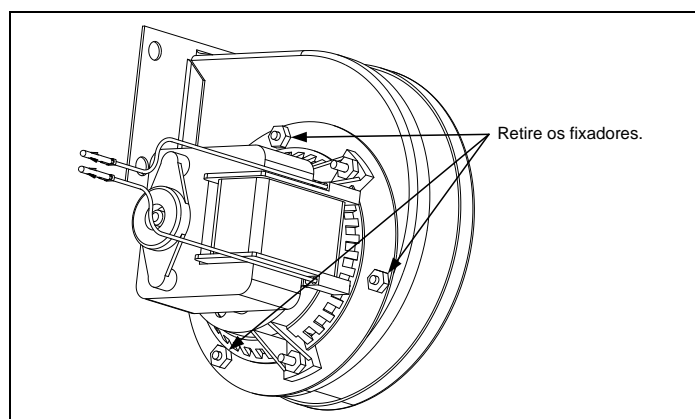

Figura 2
2. Retire os dois fixadores que prendem o grupo construtivo do motor do ventilador à estrutura do ventilador e separe os dois componentes (veja a Figura 2).